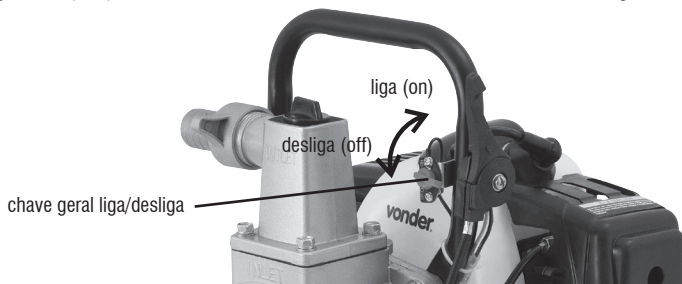

Fig. 9 – Chave geral (liga/desliga)
A chave liga/desliga é utilizada para ligar ou desligar o circuito de ignição do motor. Quando for ligar o motor coloque a chave na posição ON (liga) e quando for desligar o motor coloque a chave na posição OFF (desliga) (fig. 9).
- 6 – Coloque a chave geral para a posição ON (ligado) Fig. 9;
- 2 – Desligue a chave geral da motobomba (fig. 9);